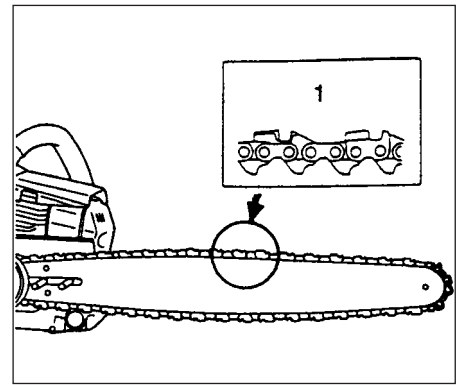

Fig.1-2
2. Kontrollera att sågkedjan (1) är vänd åt det håll som bilden visar och sätt därefter kedjan på kedjedrevet. (Fig. 1-2)